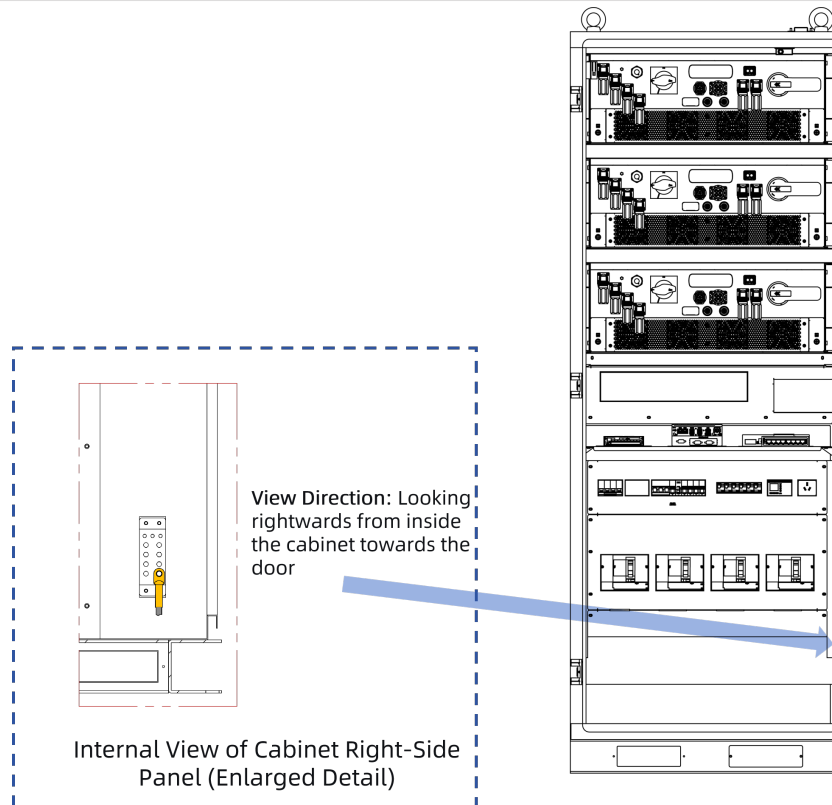

Abbildung 8-3: Erdung des Batteriegehäuses
- c. Verbinden Sie den Erdungsanschluss mit der Erdungsleiste an der rechten Seitenwand des Gehäuses mit der M10-Befestigung, wie in Abbildung 8-3 gezeigt.